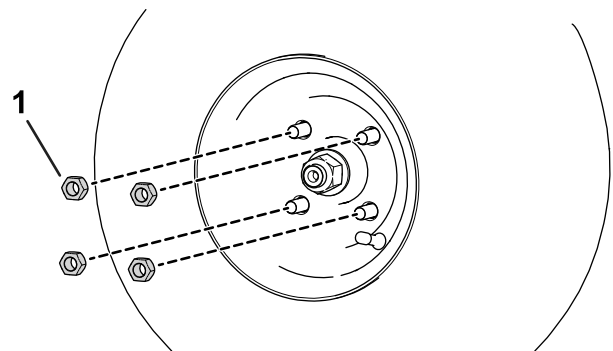

Figure 1
1. Desserrez et retirez les écrous de roue (Figure 1).